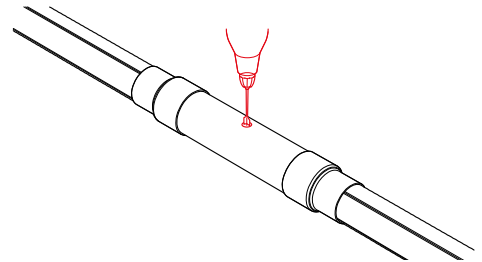

Рис. 4.7.10
10. Перьевым сверлом ($D = 20$ мм) просверлить отверстие для заливки пенополиуретана (рис. 4.7.10).